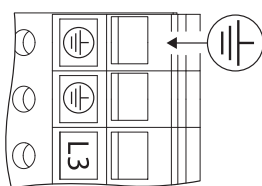

Fig. 29: Extra jordning
- På grund av den förhöjda avledningströmmen för motorer fr.o.m. 11 kW krävs extra jordning enligt EN 61800-5-1:2008-04 (se fig. 29).